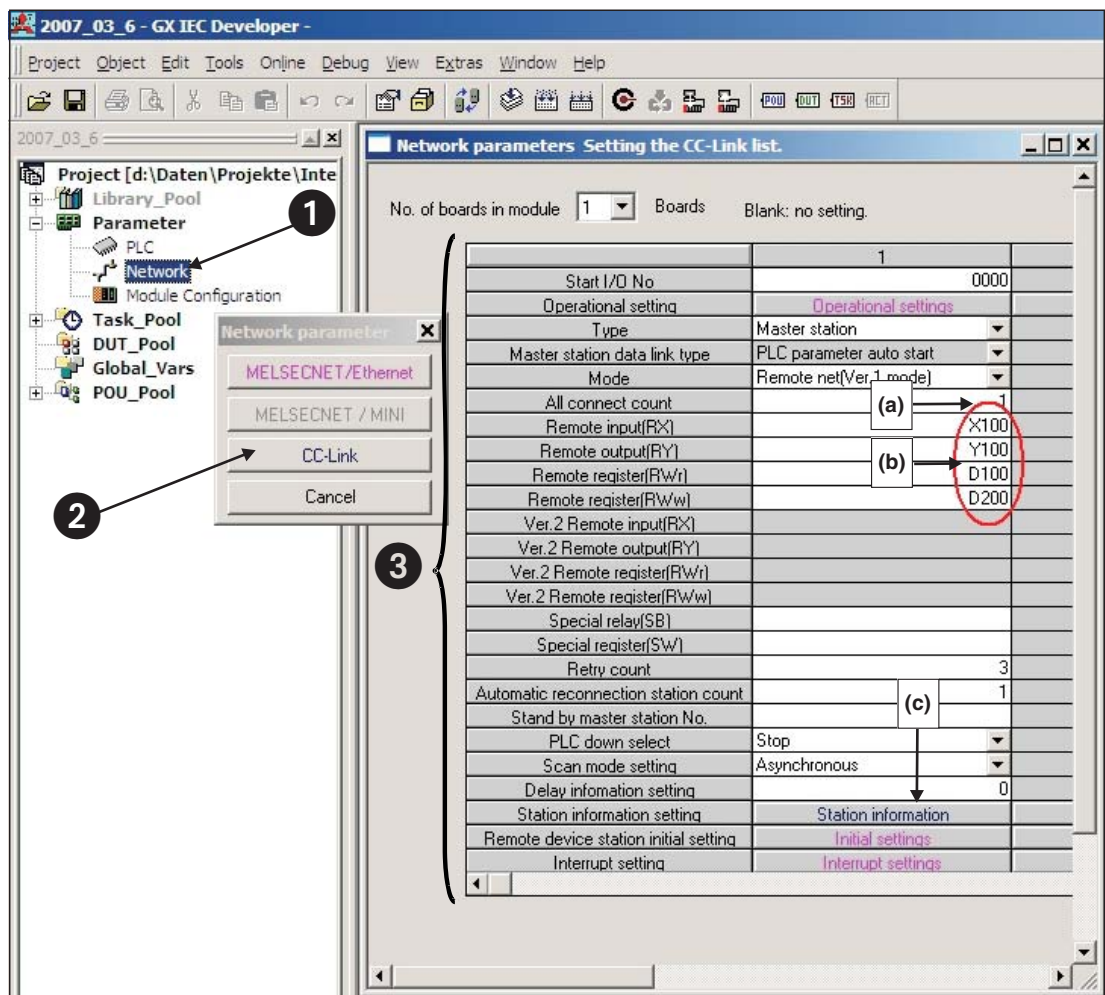

Abb. 5-6: Einstellungen in GX IEC Developer zur CC-Link-Kommunikation zwischen Steuerung und Servoverstärker
- ① Auswahl „Netzwerk“ ① im Projektverzeichnisbaum im linken Fenster
- ② Auswahl „CC-Link“ ② im Fenster „Network Parameter“
- ③ Im öffnenden Fenster „Network parameters: Setting the CC-Link list“ die Einstellungen aus Abb. 5-6 vornehmen ③.